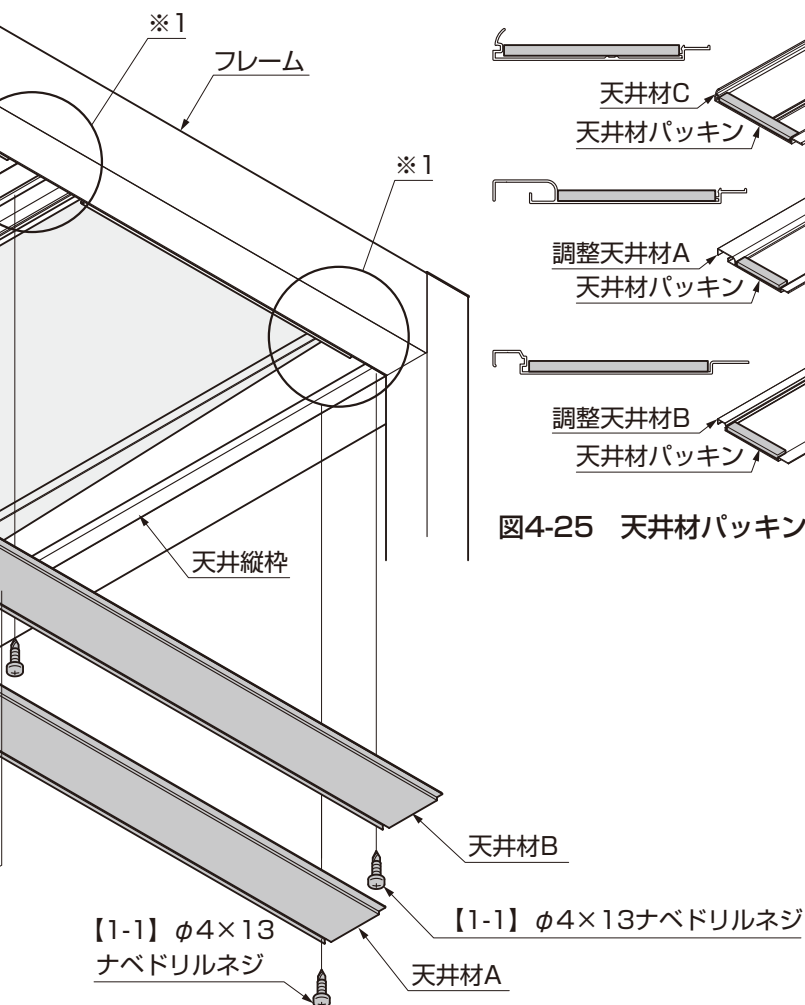

図4-25 天井材パッキンの貼付け
①天井材パッキンを天井材の左右端部の凹み部分に合わせてカットして天井材の左右端部に貼り付けてください。(図4-25参照)